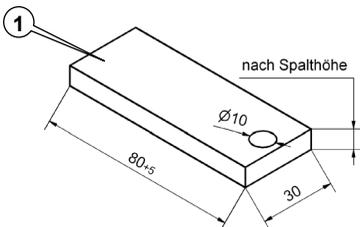

Abb. 118: Flachstahl für Oberzargenbefestigung (Maßskizze)
1. 2 Flachstähle (1) mit den Abmessungen und passender Stärke gemäß den Angaben in der Abb. 118 herstellen.